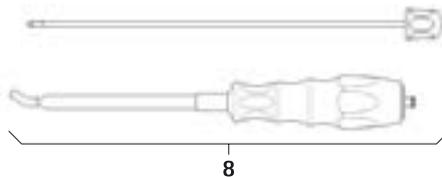

Afb. 1
- Demonteer de repositiehefboom 4, zie Afb. 1: druk de knop A stevig in en verwijder de schroevendraaier FW234R.